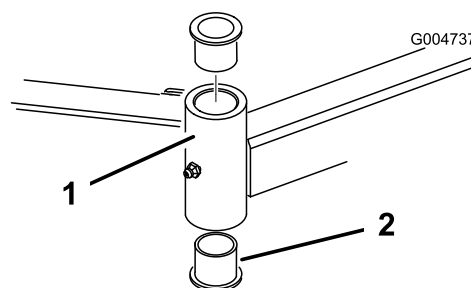

Рисунок 22
4. Вставьте выколотку сверху или снизу монтажной трубы и выбейте втулку из трубы (Рисунок 22).